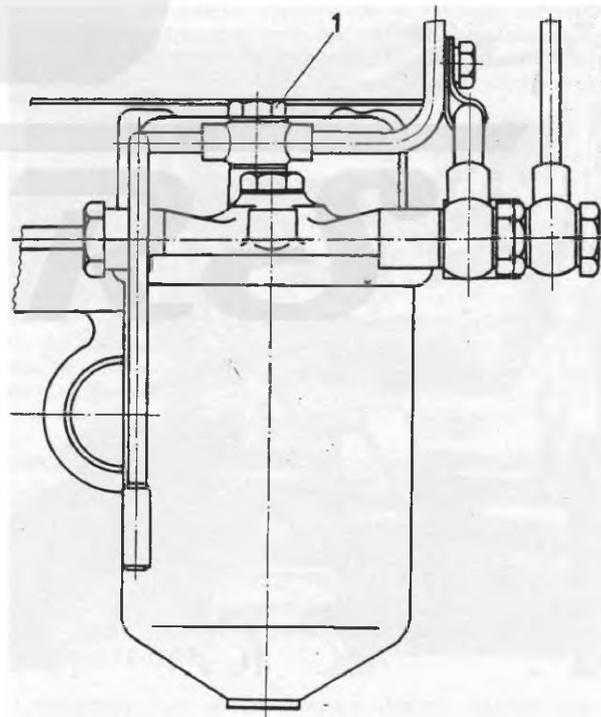

Рис. 31. Удаление воздуха из топливного фильтра
1. Развинтить на несколько витков болт для удаления воздуха 7 (рис. 31) топливного фильтра.
3. Развинтить на несколько витков болт для удаления воздуха 7 (рис. 31) на топливном фильтре.